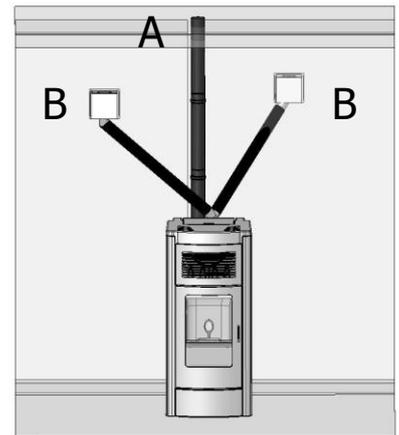

Figure 4 – Installation sortie air vue de face
Dans l'exemple des figures 4 et 5 (vue devant et derrière), la canalisation de l'air a la même longueur sur un total de 8 mètres, c'est-à-dire que les tuyaux (B) auront une longueur d'environ 4 mètres chacun. Dans le cas de canalisations de longueur différente, le total devra toujours être au maximum de 8 mètres (exemple 3 + 5 mètres). Dans ce cas, la chaleur se répandra dans les pièces de manière non uniforme.